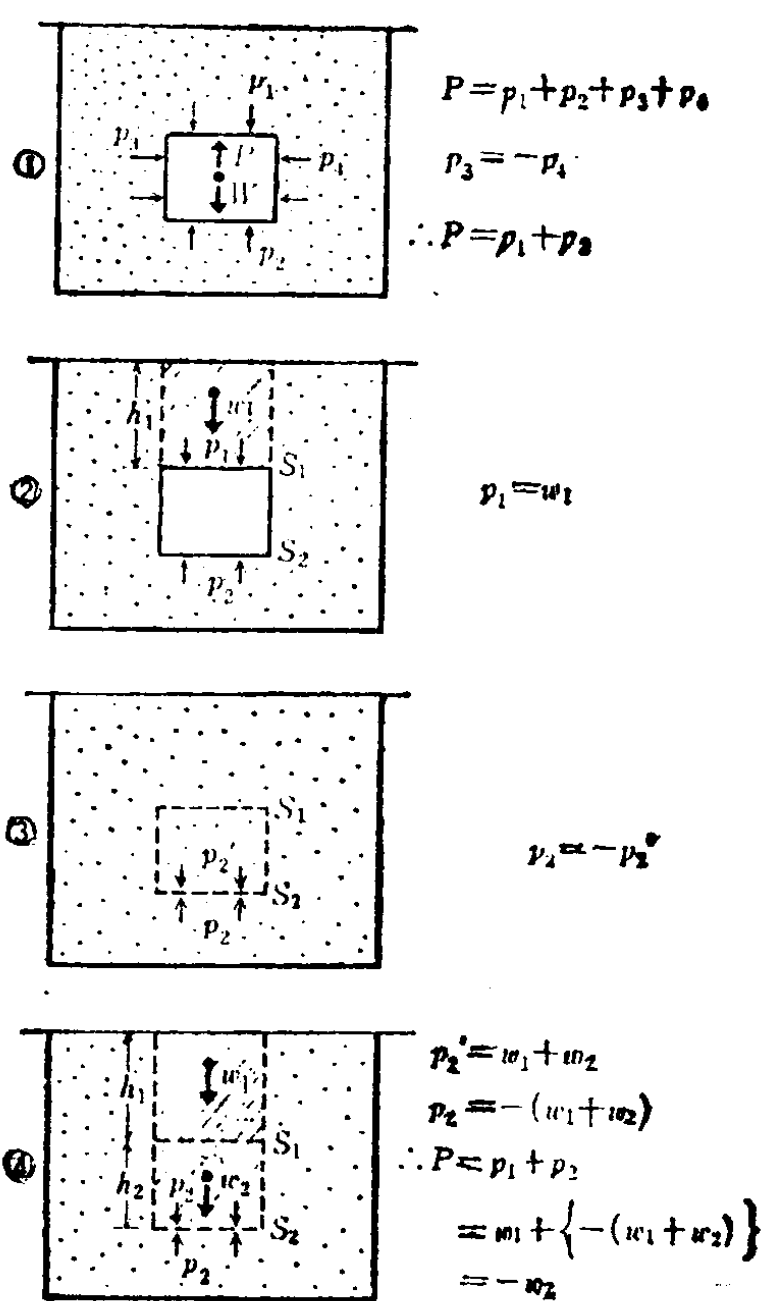

图 4 水中的立方体
在图4—①中，立方体的受力只在重力 W 及水的压力 P_1 、 P_2 、 P_3 与 P_4 ，其中 P_3 与 P_4 因大小相等、方向相反而互相抵消。设立方体重力 W 之外的合力为 P ，则 P 是 P_1 与 P_2 的合力。 P 等于该立方体正上方水柱（图4—②里斜线部分）的重力 W_1 （确切地说，还应包括其正上方的大气压力，但这里省略不计。），那么， P_2 又怎样呢？倘若用与周围一样的水替代该正方体，问题就变得简单了。这一状态如图4—③所示，静水里，用虚线围起来的方框即假设由水组成的立方体。这样，不难明白压力 P_2 以 S_2 为界面，与压力 P_2' 保持平衡，而 P_2' 就是界面 S_2 的正上方水柱（图4—④里斜线部分）的重量 $(W_1 + W_2)$ ，故压力 P_2 等于水柱重量之和 $(W_1 + W_2)$ ，